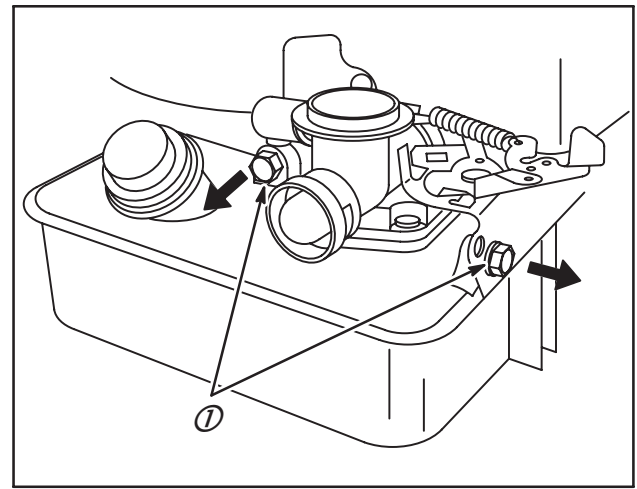

Fig. 1
Dépose de l'ensemble carburateur et réservoir (Fig. 1 et 2)
1. Déposer les vis de fixation du réservoir (1), Fig. 1.
4. Approcher et serrer les vis de fixation, Fig. 1.